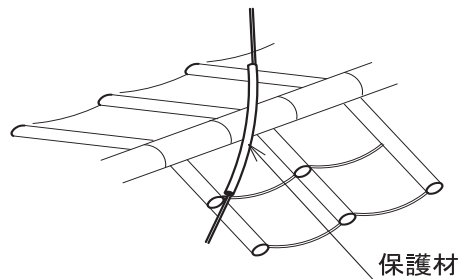

図 16
- 固定線が瓦等に接触する箇所には、必ず保護材を設置します。(図 16,17 参照)